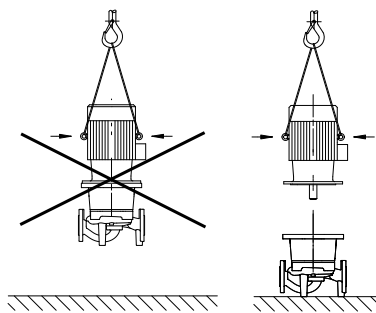

Fig. 20: Transport silnika
- **Uchwyty umieszczone na silniku służą wyłącznie do podnoszenia silnika, a nie do przenoszenia całej pompy (Fig. 20).**